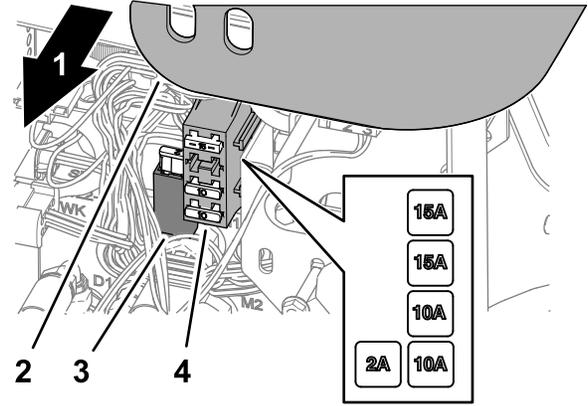

图 79
2. 从控制臂上提起盖子 图 79。
3. 在保险丝座或保险丝盒中找到熔断的保险丝 图 79。
5. 将盖子组装到控制臂上 图 79。